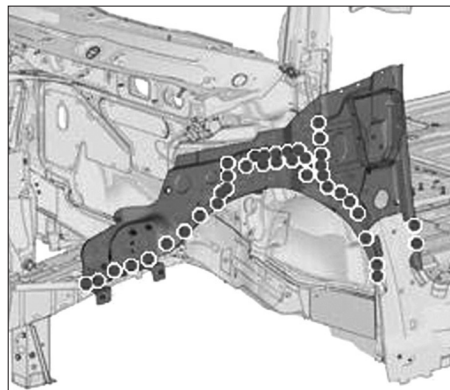

FIG. 36
- Souder par points électriques (Fig.36).